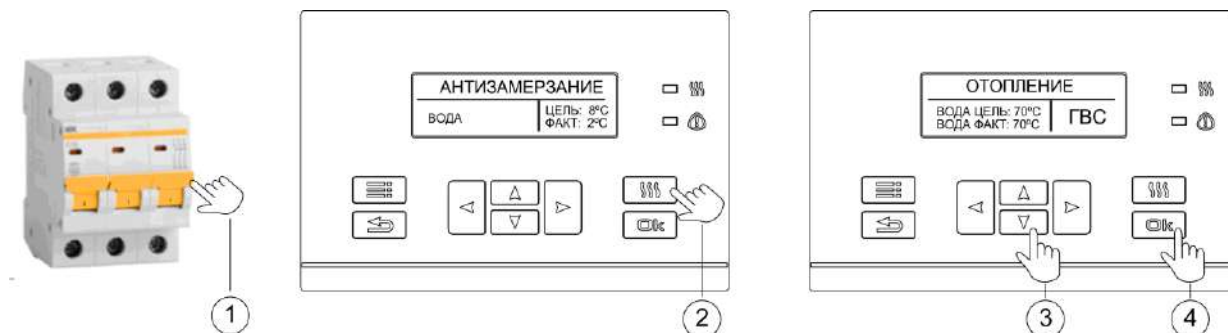

Рисунок 3. Включение и выключение прибора
**8.1** Включение и выключение прибора выполняется через внешний автоматический выключатель (см. рис. 3).